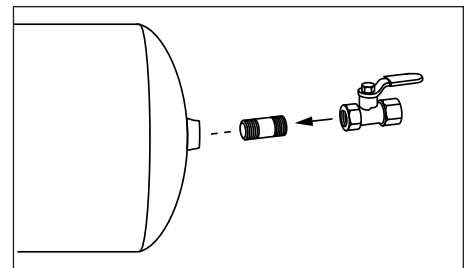

Figure 4 - Soupape d'arrêt
1. Fermez la vanne d'arrêt Voir la figure 4.